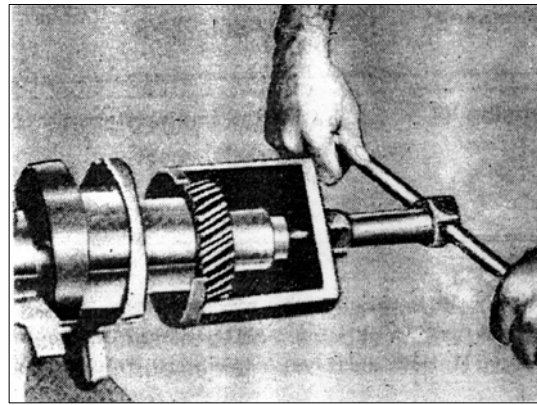

РИС. 44
7) Проверьте шестерню коленчатого вала на наличие износа, царапин, сколов и снимите её, при помощи съёмника 312 589 0733 (рис. 44).